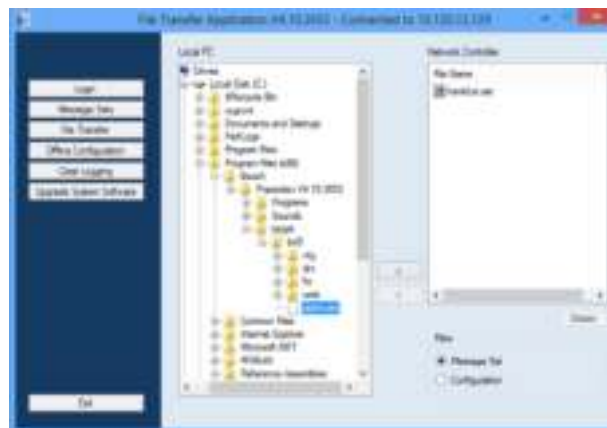

рисунок 45.10: Передача пакета сообщений
- В приложении *File Transfer*, сначала войдите в систему и нажмите кнопку *File Transfer*. Отобразится экран, подобный экрану, изображенному на рисунок 45.10.